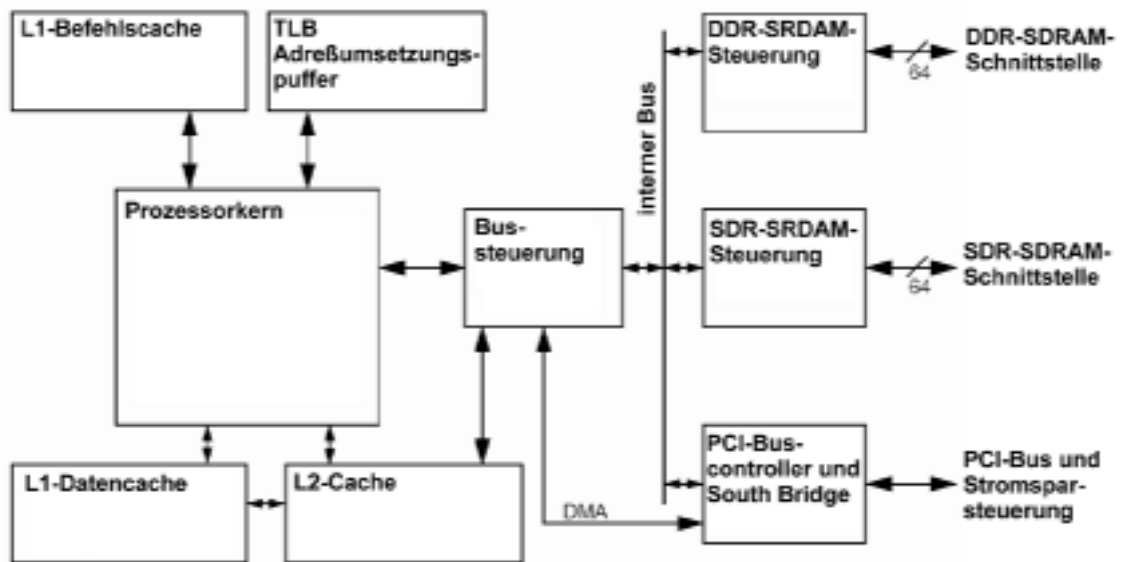

Abbildung 2.20 Ein kleiner PC-Prozessor im Blockschaltbild (nach: Transmeta)
- Einbau von Steuerschaltungen und Peripherie in den Prozessor (der Prozessorschaltkreis hat keinen FSB mehr, sondern verschiedene anwendungsbezogene Schnittstellen, z. B. SDRAM und PCI). Beispiele: Transmeta (Abbildung 2.20), National Semiconductor.